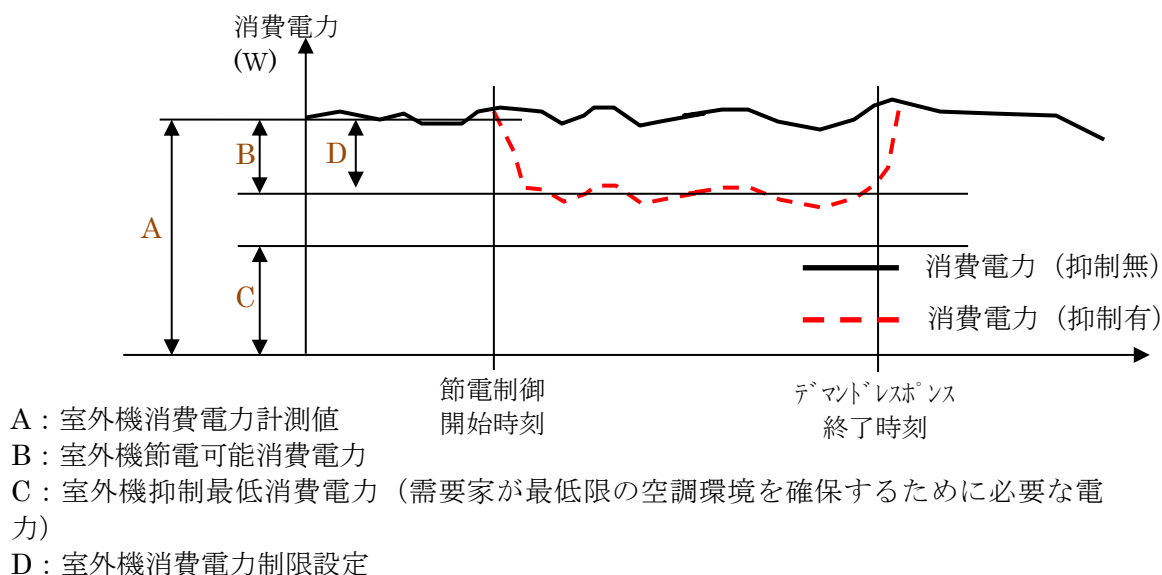

図 3.3 業務用パッケージエアコン電力抑制制御 (例)
(6) 室外機消費電力計測値 (図 3.3 の A)
(7) 室外機節電可能消費電力 (図 3.3 の B)
(8) 室外機消費電力制限設定 (図 3.3 の B に対する指定 D)
(9) 室外機抑制最低消費電力 (図 3.3 の C)